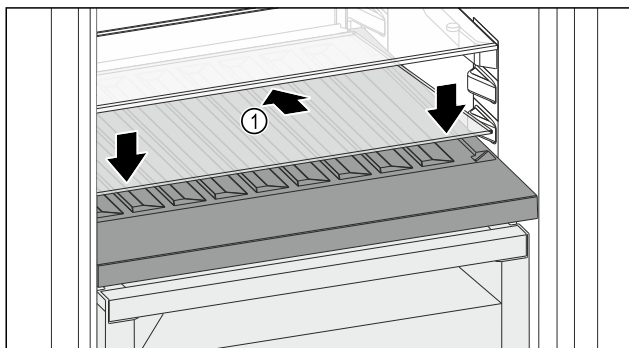

Fig. 98
- Postavite staklenu ploču Fig. 98 (1) ukoso, nagnutu straga prema dolje.
- Staklenu ploču Fig. 98 (1) podignite sprijeda.